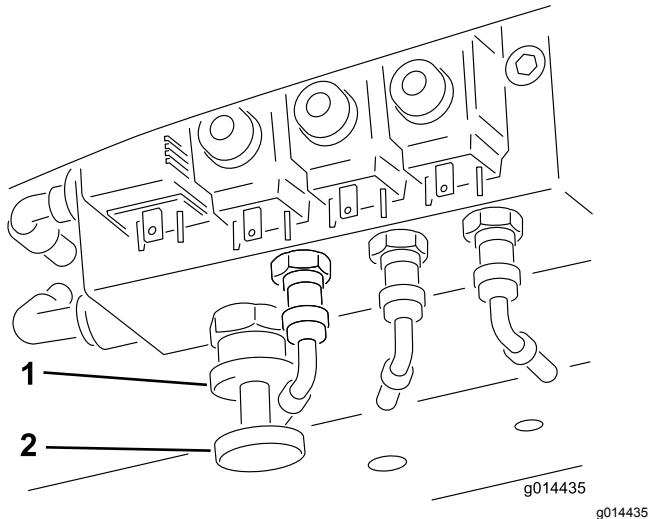

Bild 36
Aktivieren der Gewichtsverlagerung: Das Ausmaß der Gewichtsverlagerung kann je nach Einsatzbedingungen verstellt werden, indem Sie das Handrad für die Gewichtsverlagerung wie folgt drehen (Bild 36):
1. Lösen Sie die Sicherungsmutter des Ventils um eine halbe Umdrehung nach links und halten sie in dieser Stellung (Bild 36).
2. Drehen Sie das Ventilhandrad (Bild 36) nach links, um die Gewichtsverlagerung zu verringern, oder nach rechts, um die Gewichtsverlagerung zu erhöhen.